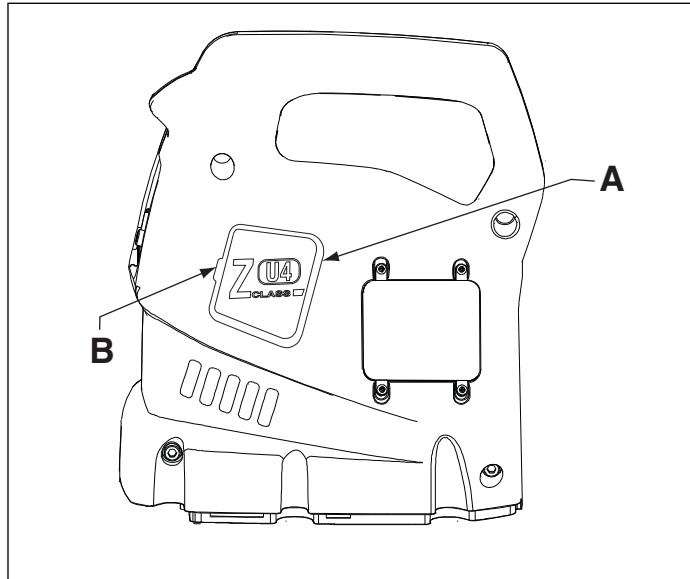

図12 ブラシキャップの取り外し
- ブラシキャップラッチ(B)を傾けてゆっくりと外側にはずし、両方のブラシキャップ(A)を外します(図12参照)。